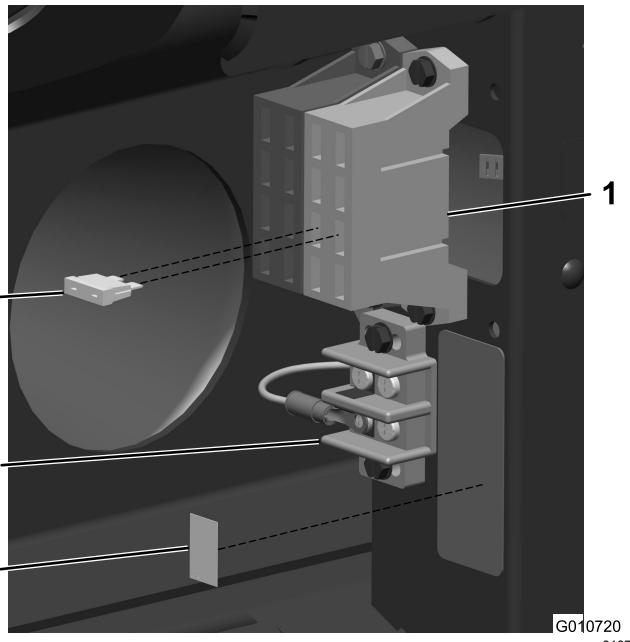

図 1
2. 黄色線についているスペード形のコネクタを、ヒューズブロックにある未使用のコネクタに接続する図1。
3. スペード形のコネクタを接続したコネクタに、ヒューズ15 Aを取り付ける図1。
4. 黒線についているリング端子をアースブロックに接続する図1。
5. 作業用ライト用ヒューズのデカル107-8011を、既存のデカルの近くの開いている場所に貼り付ける図1。